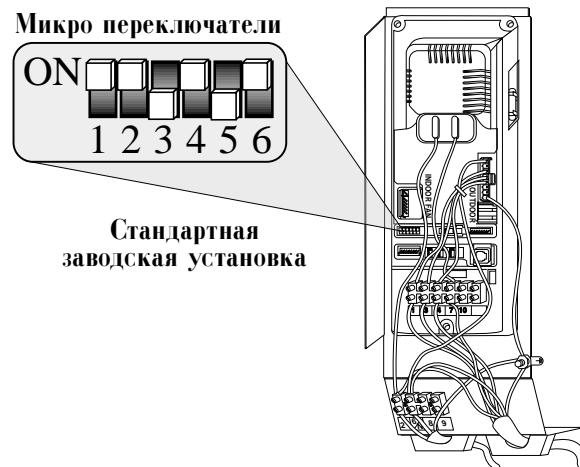

Рис. 8
- Установите переключатель DIP 3 в положение ON (см. рис. 8). Заводская установка остальных переключателей измениться не должна.